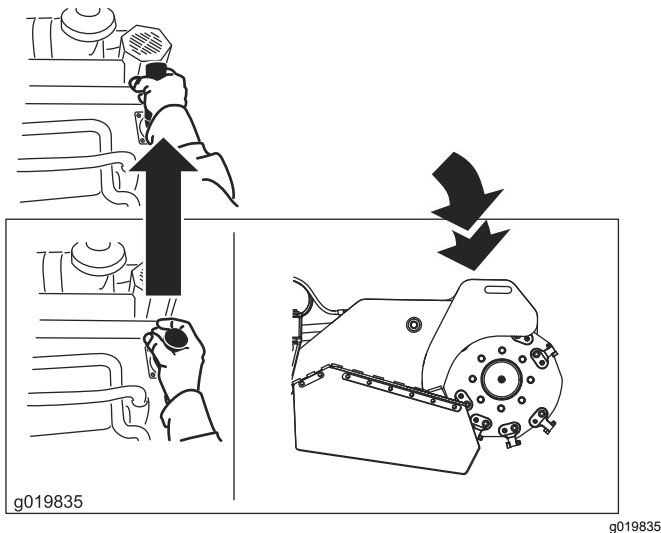

Figura 14
- Pentru a coborî maina de frezat, împingeți maneta spre față (Figura 14).